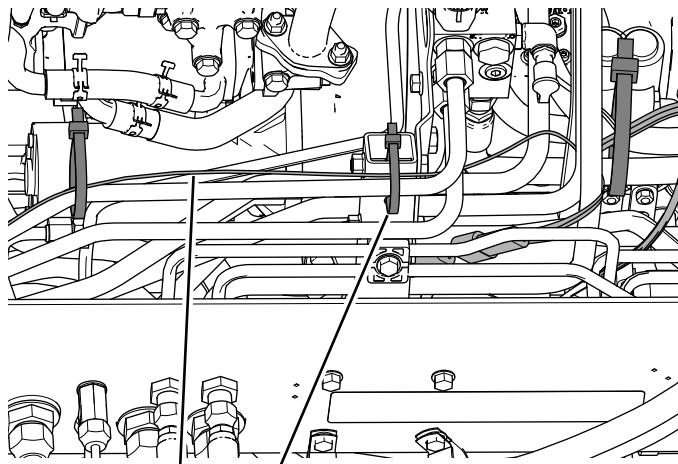
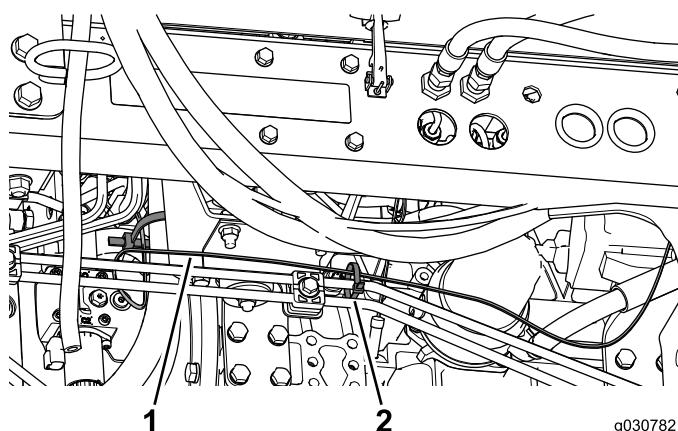

图51
图52
5. 用扎带将线束固定到液压软管和硬线上，位置如 图 51 和 图 52 所示。